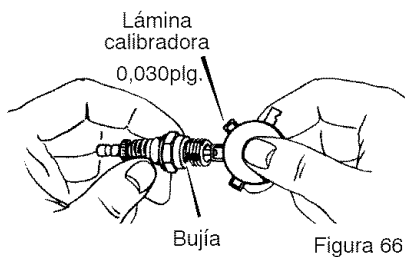

Figura 66
2. Revise el **entrehierro de la bujía** usando una **lámina calibradora** y restablezca el entrehierro a 0,030 plg. si fuera necesario. Figura 66.